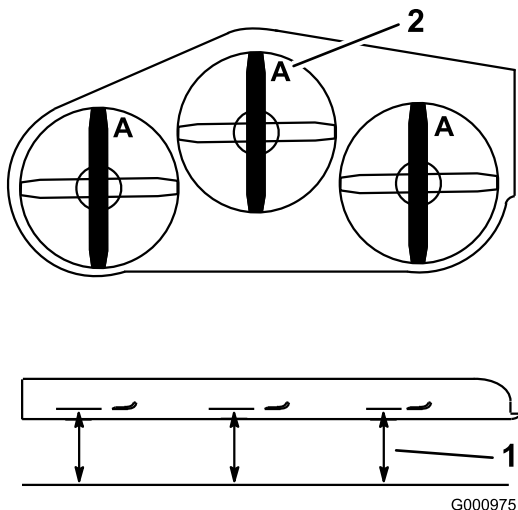

Figura 75
- Girate le lame fino a disporle in parallelo con la lunghezza della macchina (Figura 75). Misurate da un piano orizzontale fino al tagliente delle lame, posizione **A**, (Figura 75). Prendete nota di questa misura.